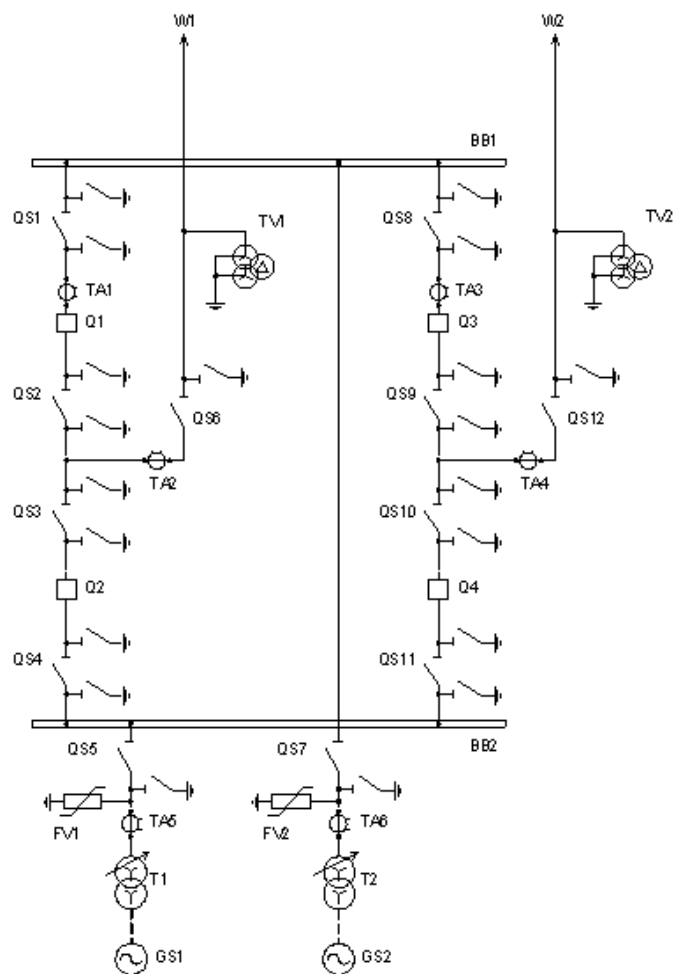

Рисунок 9.1 – Электрическая схема соединений РУ «четырёхугольник»
Схема четырехугольника применяется в РУ 110–750 кВ при четырех присоединениях (две линии и два трансформатора) и необходимости секционирования транзитной линии при мощности трансформаторов от 125 МВА и более при напряжениях 110–220 кВ и любой мощности при напряжениях 330 кВ и выше (рисунок 9.1). В схеме со стороны линии установлены через развилку два выключателя, подключаемых к разным трансформаторам. Данная схема обладает достаточно высокой надежностью, так как авария в линии или трансформаторе приводит к отключению только поврежденного элемента. Недостаток схемы заключается в том, что при отключении одной из линий трансформаторы получают питание по одной линии от одного источника питания.
4. Соберите схему (рисунок 9.1).